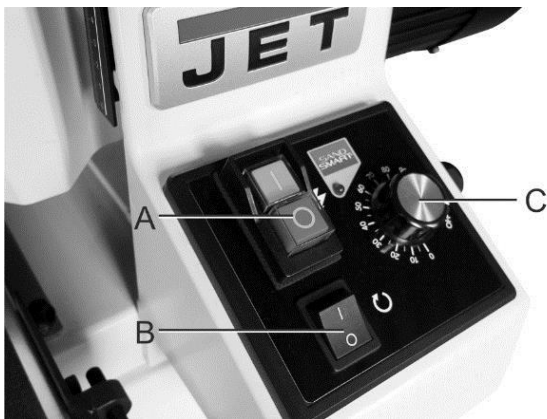

Рис. 9-1: панель управления.
2. Включите главный выключатель, нажав на кнопку (А, Рис. 9-1).
3. Включите клавишный выключатель (В, рис. 9-1), чтобы запустить двигатель барабана.
4. Поверните тумблер транспортера (С, Рис. 9-1) по часовой стрелке, чтобы запустить транспортер и увеличить его скорость.